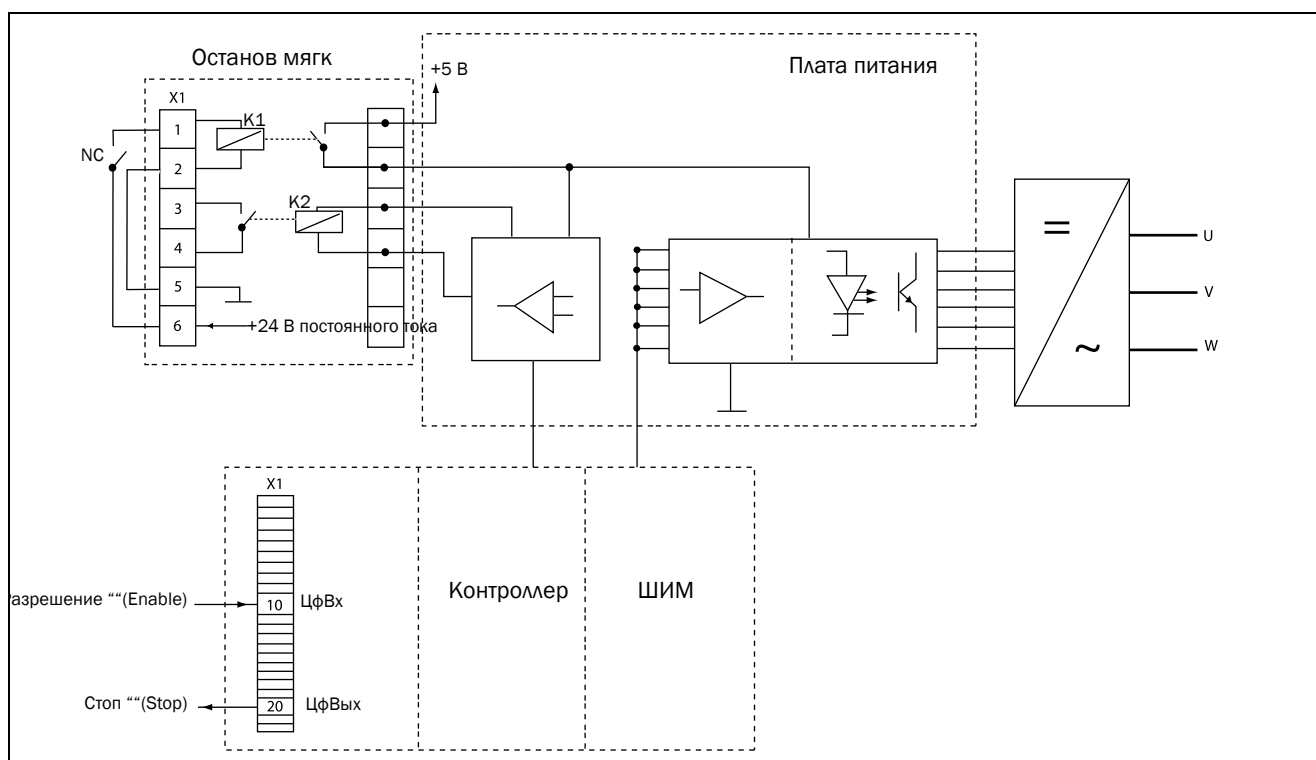

Рис. 121
- На плате расширений Безопасного Останова необходимо активировать вход "Блокировка", подключив к клеммам 1 (Блокировка +) и 2 (Блокировка -) источник 24 В постоянного тока, чтобы подать напряжение питания цепей преобразователя на провода питания реле K1. См. также Рис. 121.
- Высокий уровень сигнала на цифровом входе, например, клемма 10 на Рис. 121, для которой установлено значение "Разрешение". О настройке цифрового входа см. раздел 11.5.4, страница 152.
Для мониторинга функции "Разрешение" можно пользоваться командой "RUN" цифрового выхода. О настройке цифрового выхода, например, клеммы 20 в примере Рис. 121, см. раздел 11.5.4, страница 152 [540].